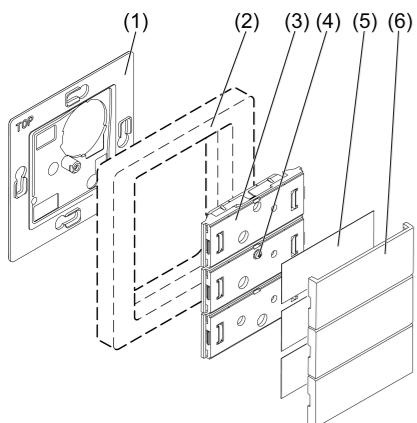

Figure 1
- Retirer avec précaution les caches (6) avec les porte-étiquettes (5) de l'émetteur mural à l'aide d'un tournevis (figure 1).
- Desserrer la vis de fixation (4).
- Retirer l'émetteur mural (3) de la plaque de fond (1).